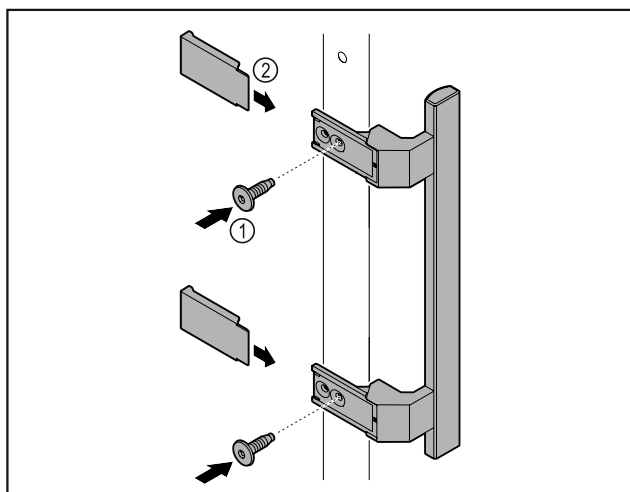

Fig. 8
- ▶ Rokturi no atsevišķā piederumu iepakojuma ar klāt pievienoto skrūvju Fig. 8 (1) palīdzību piestipriniet pie durvīm.
- ▶ Uzlieciet pārsegu Fig. 8 (2).